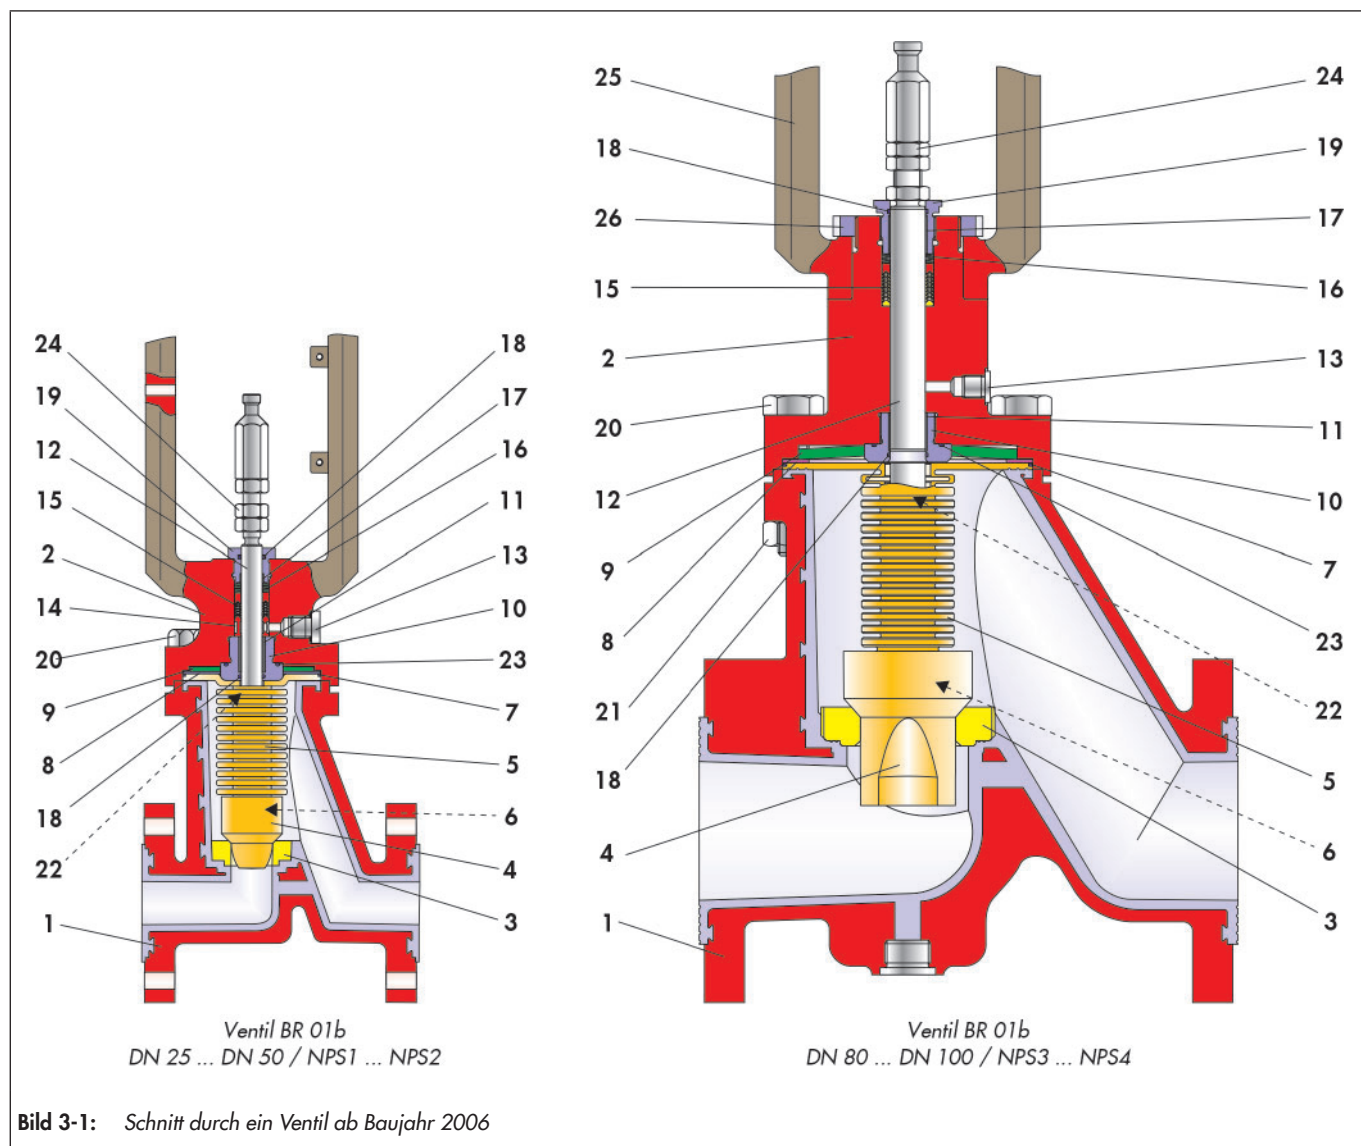

Bild 3-1: Schnitt durch ein Ventil ab Baujahr 2006
Die Stellung des Kegels bestimmt dabei den Durchflussquerschnitt zwischen Kegel (4) und Sitz (3), vgl. Bild 3-1 und Bild 3-3.
- ⇒ Nacheinander Distanzrolle (14), V-Ringe und Schlussring der Dachmanschettenpackung (15) einlegen. Anordnung der Dachmanschettenpackung, vgl. Bild 3-1.
- ⇒ Tellerfedersatz (16) in die dafür vorgesehene Bohrung einlegen. Anordnung der Tellerfedern, vgl. Bild 3-1.
- ⇒ O-Ring (18) in die innere Nut der Stopfbuchse (19) einlegen.
- ⇒ Obere Lagerbuchse (17) in den unteren Teil der Stopfbuchse (19) drücken.
- ⇒ Stopfbuchse (19) am Gewinde einfetten.
- ⇒ Stopfbuchse (19) in das obere Gewinde des Deckelflansches (2) einschrauben, so dass der äußere Freistich der Stopfbuchse noch sichtbar ist.